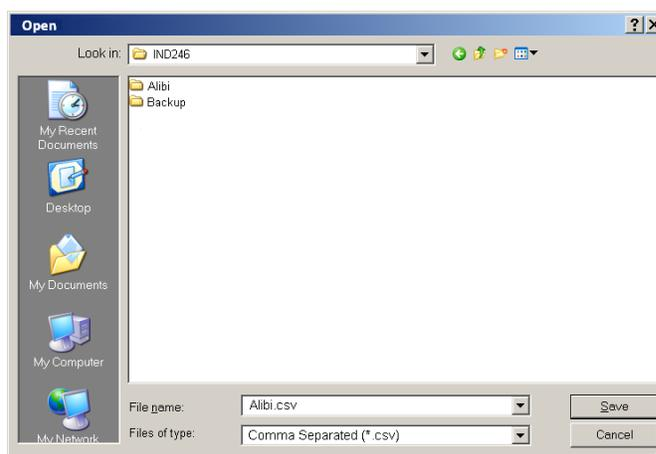

Abbildung 3-9: Windows Explorer-Dialog „Öffnen“
5. Klicken Sie auf „Abbrechen“, um diesen Vorgang abubrechen, oder auf **Öffnen**, um die eingegebenen Informationen zu übernehmen und zum Dialog **Zum Terminal schreiben** zurückzukehren. Siehe Abbildung 3-9.